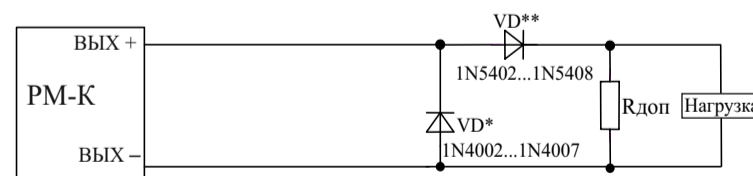

Рисунок 2
5.6 Для обеспечения контроля целостности выходных цепей в разрыв выходной цепи **непосредственно** к нагрузке должны быть подключены диоды или устройство подключения нагрузки (далее по тексту – УПН) (Рисунок 2).
5.9 При значении тока, протекающего через нагрузку во включенном состоянии выхода, менее 50 мА, для обеспечения контроля целостности выходных цепей параллельно нагрузке должен быть подключен резистор (Rдоп) (Рисунок 2).
1 – падение напряжения на диоде VD** (Рисунок 2), В;